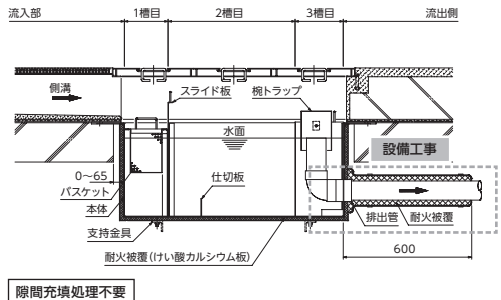

図3 耐火型グリーストラップ 施工例
- 6) 配管接続後、配管周囲に耐火被覆材(付属品)を巻きつけてください。(図3参照)